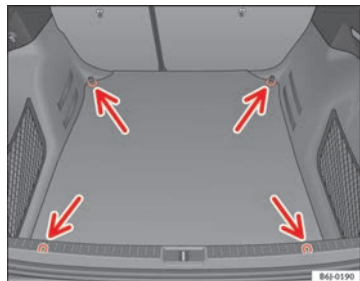

Fig. 97 Posizione degli occhielli di ancoraggio nel bagagliaio.
- Fissare il carico con l'aiuto degli occhielli di ancoraggio ⇒ fig. 97 (freccie).